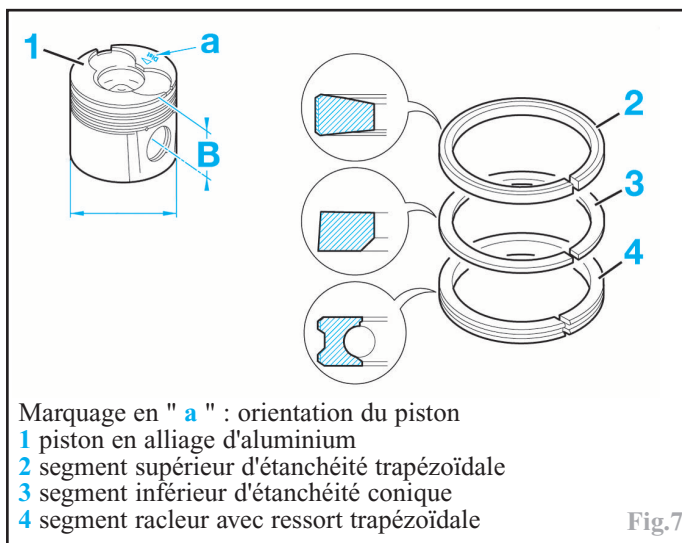

Fig.7
Diamètre du piston (A) (Fig.7) : **73,528 ± 0,075 mm.**